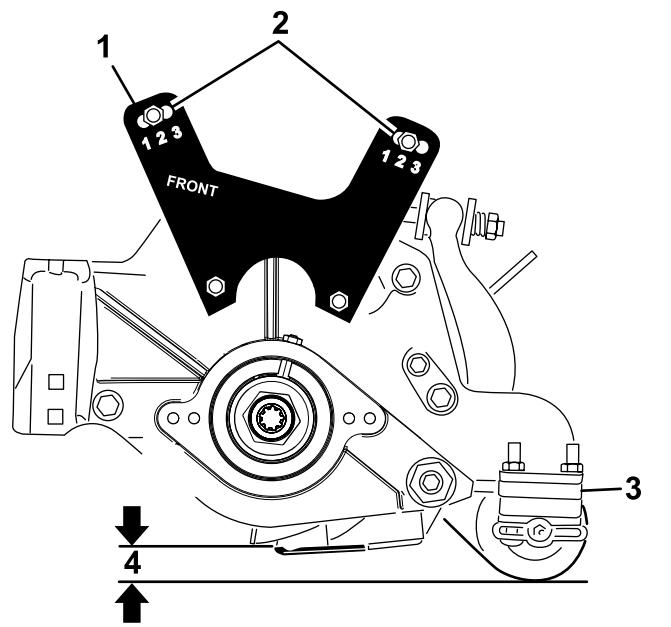

Bild 21
- Senken Sie die Schneideeinheit auf den Boden ab und messen den Abstand zwischen dem Boden und der Oberkante des Untermessers, wie in Bild 21 abgebildet..